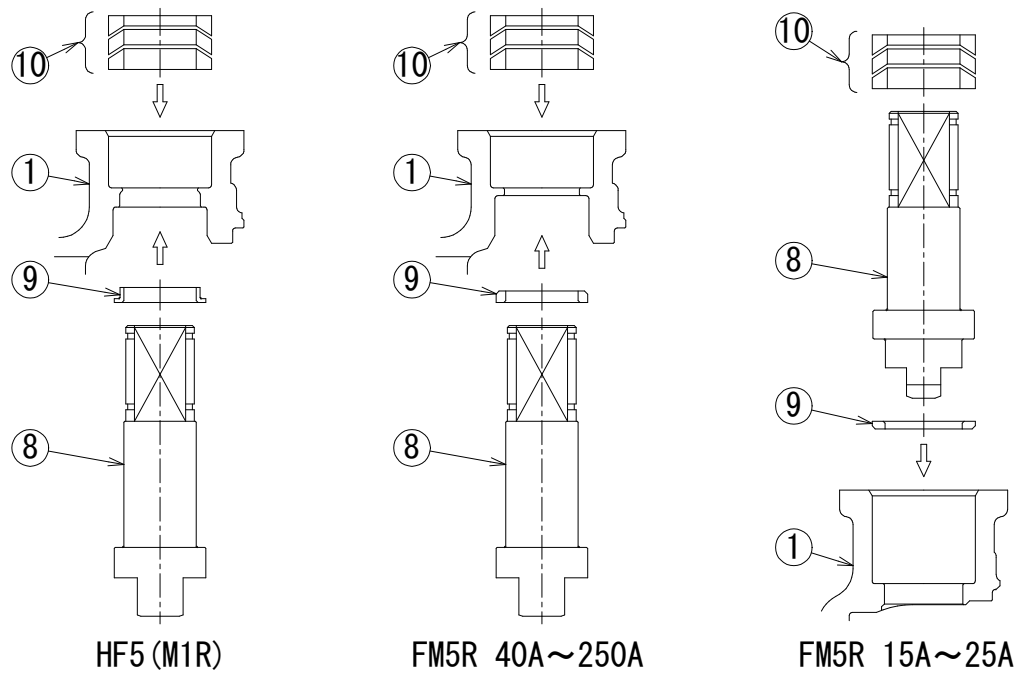

図 1
- 5) ステム⑧にステムベアリング⑨を装着する。
- 6) 図 1 (次頁)および断面図を参照して，FM5 15A～32A ではステム⑧をボディ①のグランド部に装着する。他の機種，口径では，ステム⑧をボディ①の内側からグランド部に装着する。
- 7) 図 1 および断面図を参照して、入れる順序、方向を確認し、グランドパッキン⑩を装着する。但し、図 1 は HF5 (M1R), FM5R で記載しており、HF5 (M1M), HF5 (M1H), FM5M, FM5H, では、材質、形状、グランドパッキン⑩の本数が異なります。
- 8) グランドキャップ⑫にグランドベアリング⑬を入れ、断面図を参照し、グランドキャップ⑫の向きに注意して、ボディ①のグランド部に装着する。
- 9) FM5 15A~32A ではボルト⑱ 2 本をねじ込む。他の機種、口径では、片方の手でボディ①をつかみ固定し、他方の手でステム⑧を十分にボディ①外側に引っ張った後、ボルト⑱ 2 本をねじ込む。(手で締める程度とする)
- 10) ボルト⑱ 2 本を片締めにならないように、締め過ぎないように、交互に締め付ける。